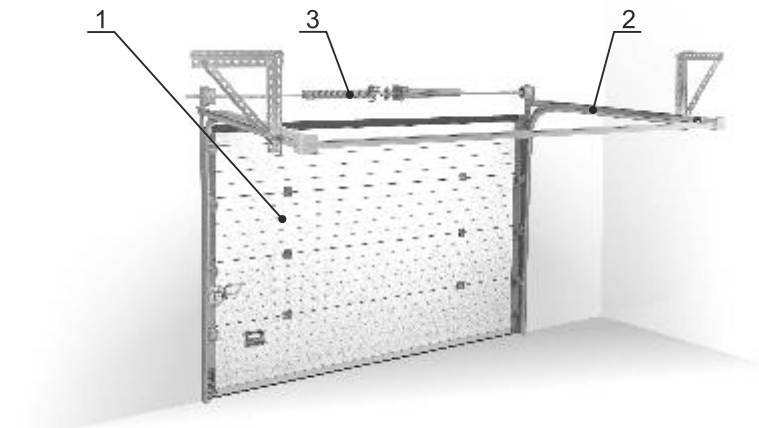

Рисунок 1. Конструкция секционных ворот ZAIGER со стандартным типом подъёма
Секционные ворота ZAIGER представляют собой конструкцию (рисунок 1), состоящую из полотна ворот (1), системы направляющих профилей (2) и уравновешивающего механизма (3).